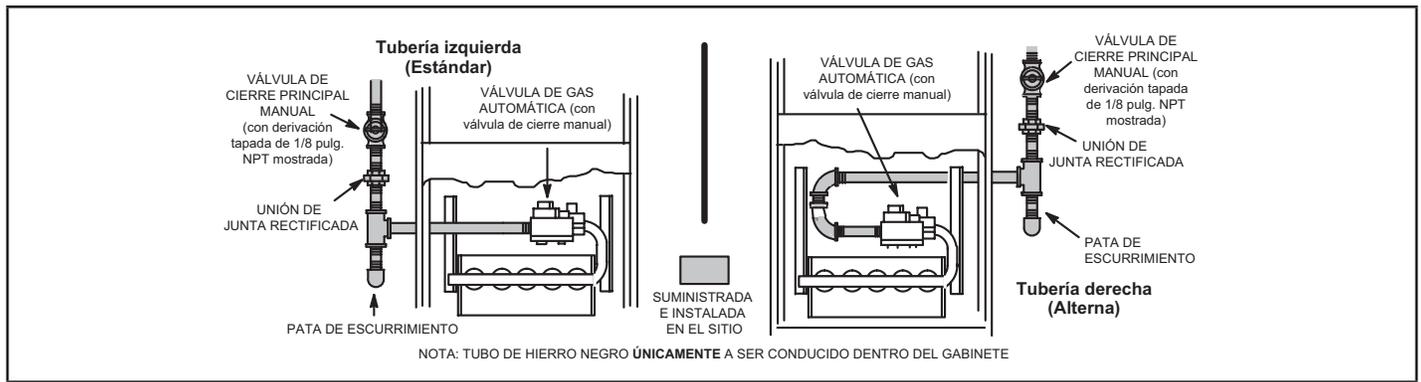

FIGURA 45
- 1 - La tubería de gas se puede conducir a la unidad por el lado izquierdo o lado derecho. La tubería de suministro entra a la válvula de gas desde el costado de la válvula como se muestra en la FIGURA 45. Conecte la tubería de suministro de gas a la válvula de gas. La torsión máxima es de 800 pulg-libras y la torsión mínima es de 350 pulg-libras cuando se conecte la tubería de gas a la válvula de gas.
- 3 - La tubería de gas no debe tenderse a través de los conductos de aire, canaletas de ropa, chimeneas o ventilación de gas, montaplatos o el hueco del ascensor. Centre la línea de gas en el centro del agujero para tuberías. La línea de gas no debería tocar el costado de la unidad. Ver FIGURA 45.